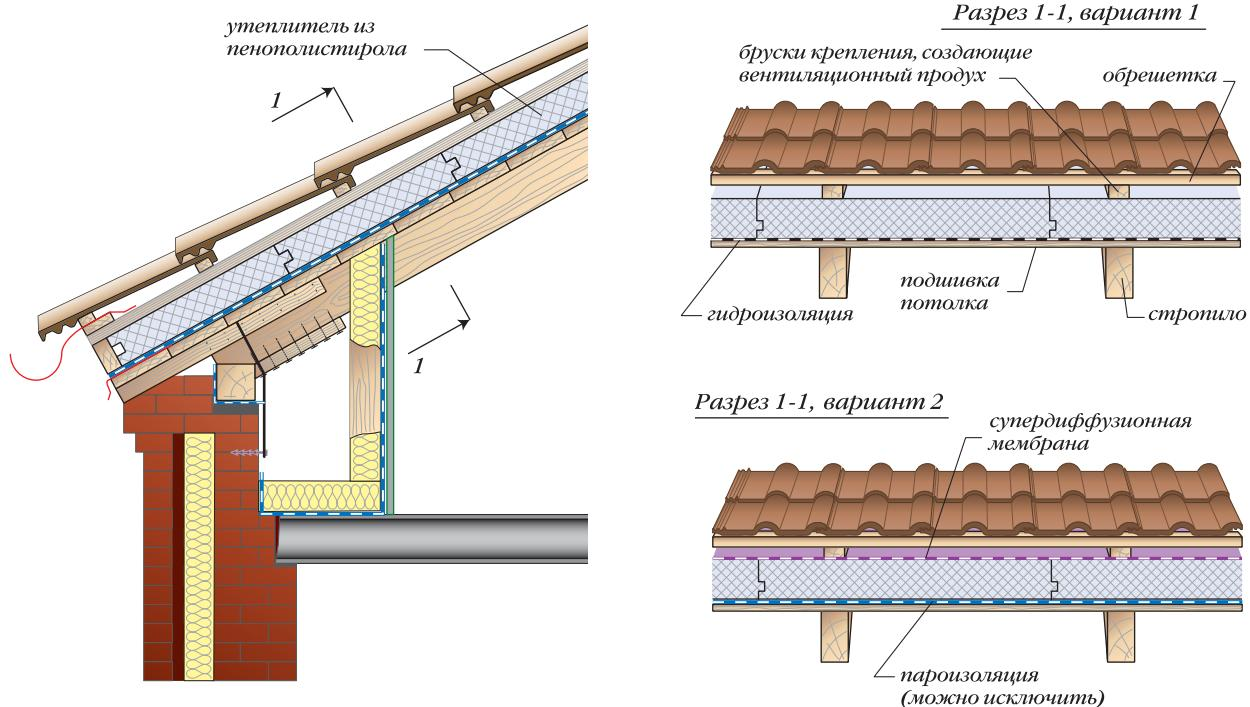

Рис. 10. Теплоизоляция пенополистирольными плитами поверх открытых стропил
1. Изоляция поверх стропил (рис. 10). Открытые стропила.
*Разрез 1-1 (рис. 10)*